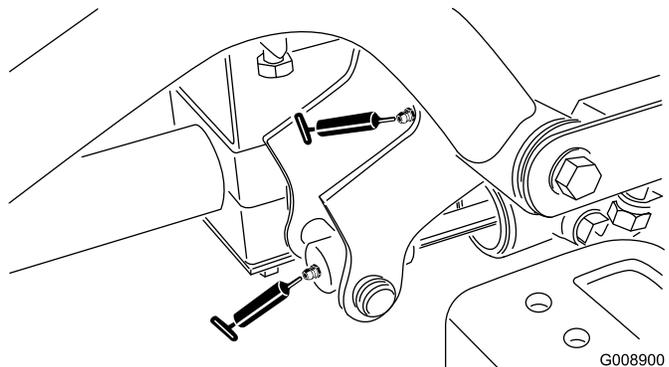

Figura 42
- Articulação do braço de elevação dianteiro esquerdo e cilindro de elevação (2) (Figura 42)